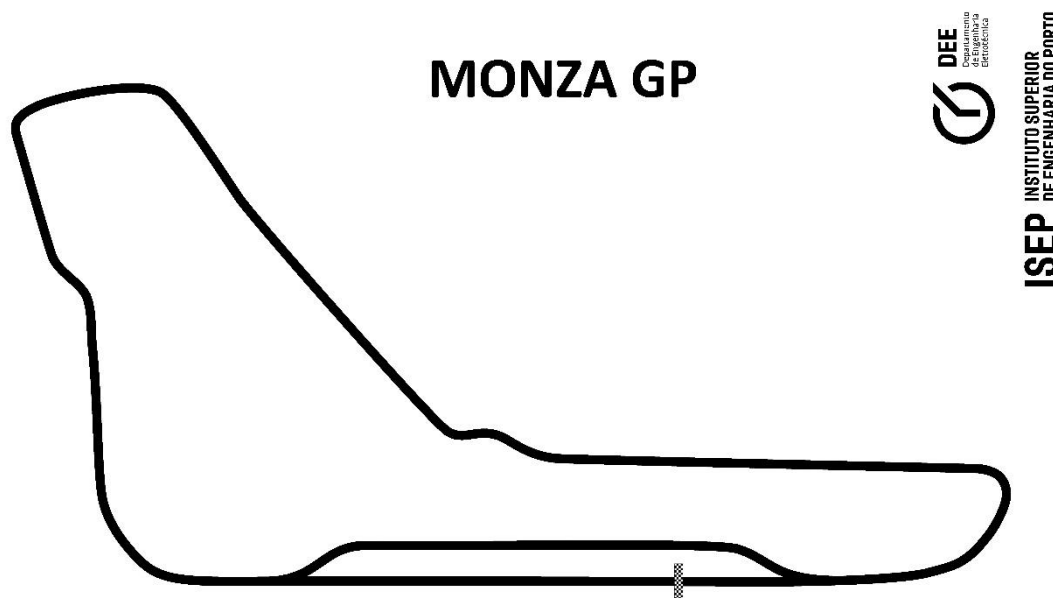

Figura 4: Pista correspondente ao circuito de Monza (Itália)
- a) Ronda 1: circuito de Monza (ver Figura 4);
- b) Ronda 2: circuito de Monza (ver Figura 4);